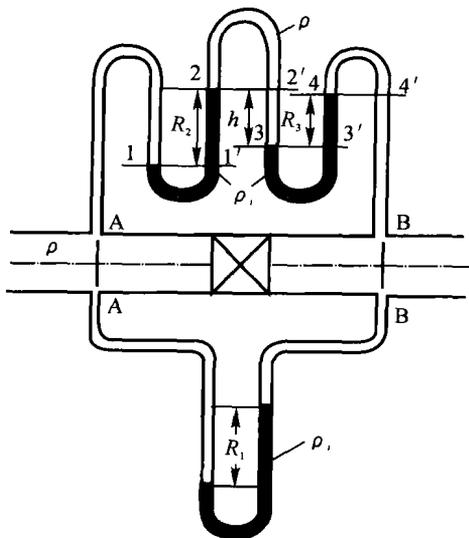

图 1-6
例题 1.2 如图 1-6 所示, 某输水管路上 A, B 两截面间分别装有单 U 形压差计与复式 U 形压差计来测量其间压差, 复式压差计读数 $R_2 = 400 \text{ mm}$, $R_3 = 320 \text{ mm}$ 。已知压差计指示液均为水银, $\rho_f = 13.6 \times 10^3 \text{ kg/m}^3$ 。试计算: (1) A, B 两点间的压差 Δp 与单 U 形压差计的读数 R_1 ; (2) 因误操作导致复式压差计测压连接管 2—3 间充满空气, 若 2—3 截面间的高度 $h = 340 \text{ mm}$, 求此时测量值与之前计算值相比的相对误差。